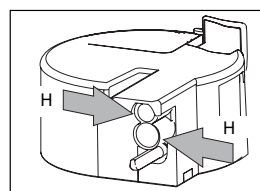
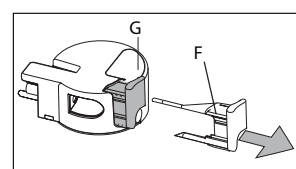

Fig. 45
Fig. 47
- Retirer le bec à lait et le tuyau d'entrée (Fig. 45).
- Retirer le régulateur de mousse de lait (F) en le tirant vers l'extérieur.
- Laver soigneusement tous les composants avec de l'eau chaude et un liquide de nettoyage doux. S'assurer qu'il ne reste aucun résidu de lait à l'intérieur des trous (Fig. 46) et de la cavité sur l'extrémité fine du régulateur de lait en mousse (Fig. 47).